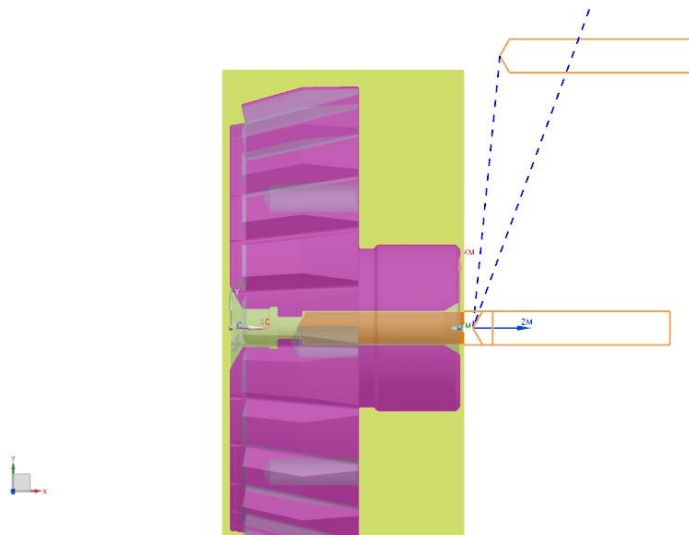

Рисунок 25 Генерирование инструмента
11. Нажмите «Генерировать»  (рисунок 25).